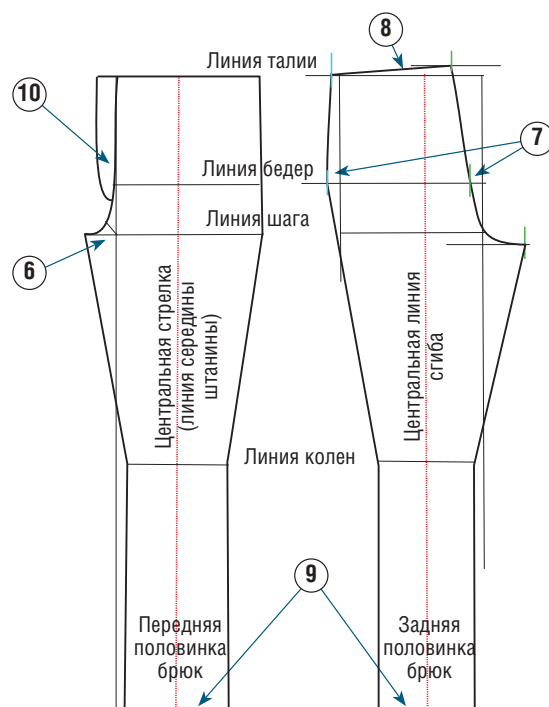

Рис. 2
⑦ На линии бедер от середины задней половинки брюк отложите 3,5 см и отметьте эту точку коротким вертикальным штрихом (на рис. 2 отмечена зеленым цветом). Отложите эту же мерку на другом конце линии бедер, также отметьте ее коротким вертикальным штрихом (на рис. 2 обозначена голубым).
⑧ На расстоянии 2,5 см выше линии талии проведите параллель, на которой на расстоянии $\frac{1}{4}$ окружности талии отметьте точку. Затем продолжите линию талии, выйдя за линию бокового среза на 1,5 см, отметьте эту точку короткой вертикалью (на рис. 2 обозначена голубым цветом). Проведите линию, соединяющую эту точку с отмеченной выше точкой на параллели к линии талии (см. рис. 2).
От начерченной таким образом новой линии талии соедините прямыми линиями метки, сделанные на линии бедер. С помощью портновского лекала нарисуйте кривую банта (см. рис. 2).